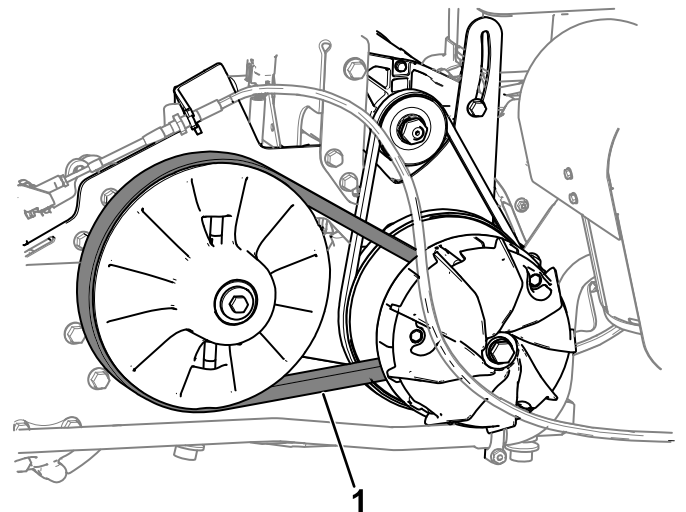

Figure 55
5. Faites tourner la courroie (Figure 55) pour vérifier qu'elle n'est pas excessivement usée ou endommagée.